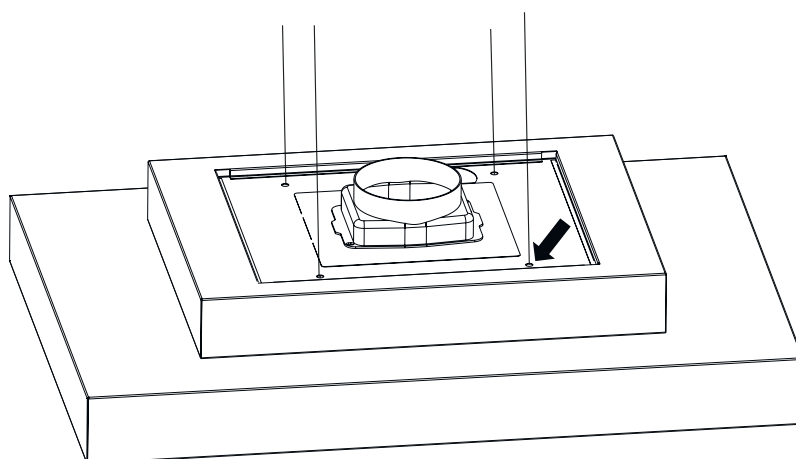

Fig. 12
- 6. ➡ För stålvararna uppifrån och ner i fläkten genom säkerhetslåset (Fig. 12).